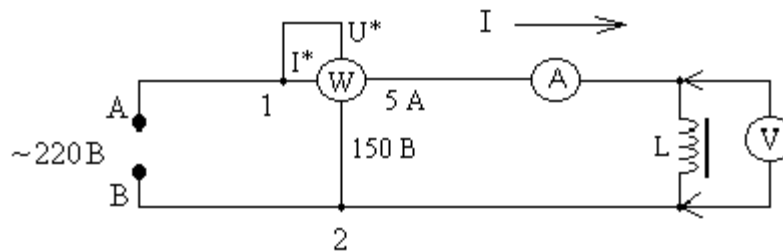

Рис.2
4. Собрать схему (рис.2) с индуктивным приемником (реальной катушкой индуктивности, она имеет активное сопротивление - сопротивление провода RL и индуктивное сопротивление XL).